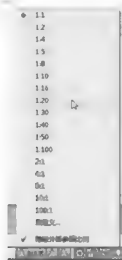
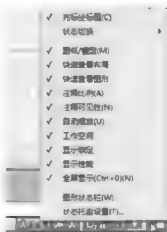

图 2-17
图 2-18
- (1) “模型或图纸空间”按钮：主要作用是在模型空间与布局空间之间进行转换。
- (2) “快速查看布局”按钮：主要作用是快速查看当前图形在布局空间中的布局。
- (3) “快速查看图形”按钮：主要作用是快速查看图形在模型空间中的位置。
- (4) “注释比例”按钮：主要作用是为用户提供适当的注释比例选择。单击此按钮弹出快捷菜单，如图 2-17 所示。将光标移到需要的比例上单击，也可以单击 **自定义...** 按钮，根据实际需要设置注释比例。
- (5) “注释可见性”按钮：当单击此按钮时，显示所有比例的注释性对象；再单击此按钮时，只显示当前比例的注释性对象。
- (6) “自动添加注释”按钮：主要作用是在更改注释比例时，自动将比例添加到注释对象。
- (7) “切换工作空间”按钮：主要作用是对工作空间进行切换。
- (8) “工具栏/窗口位置锁定”按钮：主要作用是控制工具栏或绘图区在操作界面中的位置是否可以移动。当按钮处于状态时，可以移动工具栏或绘图区的位置；当按钮处于状态时，禁止工具栏或绘图区的位置移动。
- (9) “硬件加速”按钮：主要作用是调节图形卡的驱动程序和硬件加速选项调节。
- (10) “隔离对象”按钮：主要作用是隐藏或隔离对象。当选择隔离对象时，在当前视图中只显示选定对象，所有其他对象都被隐藏；当选择隐藏对象时，所有其他对象都可见。
- (11) “应用程序状态栏”按钮：主要作用是用来设置打开或锁定相关选项位置。单击此按钮，弹出如图 2-18 所示的快捷面板。在命令行前面带有图标的表示打开，没有图标的表示关闭。